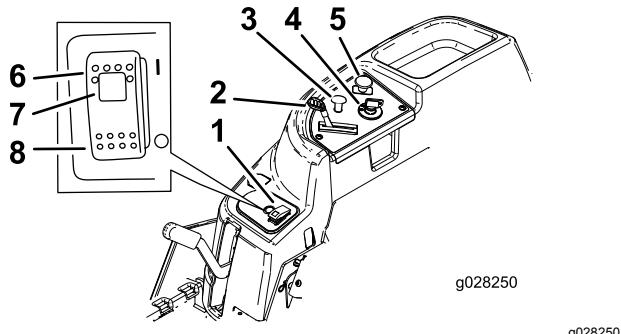

Bild 6
Die Gasbedienung steuert die Motordrehzahl und hat eine fortlaufend variable Einstellung von SLOW (LANGSAM) bis FAST (SCHNELL) (Bild 6).
Mit dem Zapfwellenantriebsschalter, der durch ein Zapfwellensymbol dargestellt wird, kuppeln Sie den Antrieb der Mähwerkmeßer ein oder aus (Bild 6).
- Drücken Sie den Smart Park™-Schalter in die EIN-Stellung (Bild 6).